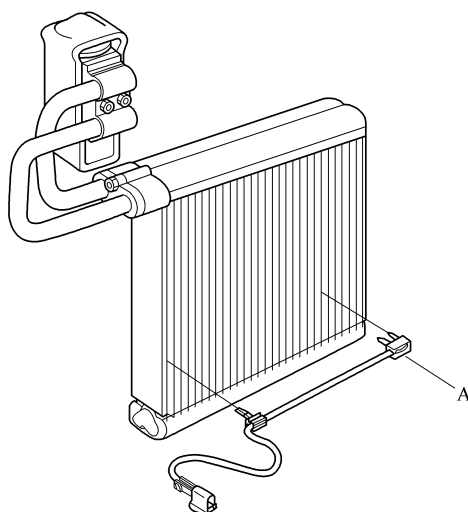

图 3-17 拉出蒸发器温度传感器
10) 从蒸发器芯上拉出蒸发器温度传感器 A，如图 3-17 所示。